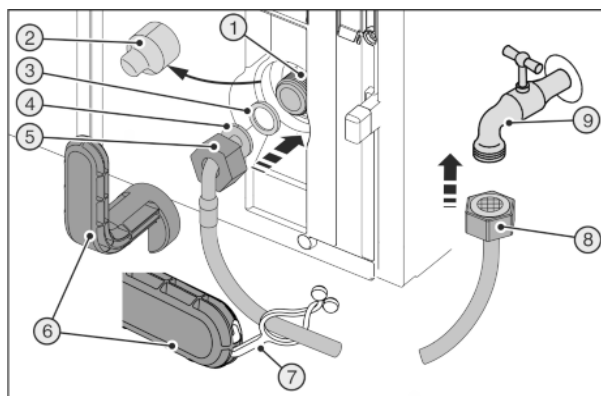
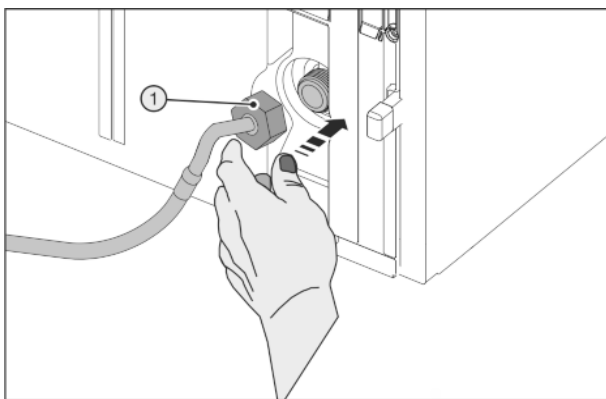

Fig. 45
Fig. 46
Зламаний допоміжний інструмент *Fig. 45 (6)*! Різани рани.
- ▶ Допоміжний інструмент *Fig. 45 (6)* використовувати тільки при кімнатній температурі.
- ▶ Зніміть кришку *Fig. 45 (2)*.
- ▶ Полегшений монтаж: Викласти прямий кінець шлангу *Fig. 45 (8)* ліворуч на землю.
- ▶ Насуньте гайку *Fig. 45 (5)* до кінця через кінець шлангу, розташований під кутом *Fig. 45 (4)* та утримуйте.
- ▶ Зволожити прокладку *Fig. 45 (3)* та втиснути в гайку *Fig. 45 (5)*.
- ▷ Прокладка *Fig. 45 (3)* прилягає та трохи тримається.
- ▶ Обережно одягти гайку *Fig. 46 (1)* і накрутити двома пальцями на нарізку до досягнення надійної посадки.
- ▶ Затягувати гайку *Fig. 46 (1)* за допомогою допоміжного інструменту *Fig. 45 (6)* за годинниковою стрілкою, доки не буде досягнуто максимального моменту затяжки і допоміжний інструмент *Fig. 45 (6)* не почне прокручуватися.
- ▶ Накрутити гайку *Fig. 45 (8)* на запірний кран *Fig. 45 (9)*.
- ▶ Затягувати гайку *Fig. 45 (8)* за допомогою допоміжного інструменту *Fig. 45 (6)* за годинниковою стрілкою, доки не буде досягнуто максимального моменту затяжки і допоміжний інструмент *Fig. 45 (6)* не почне прокручуватися.
- ▶ Відкрийте запірний кран *Fig. 45 (9)* подачі води та перевірте всю систему подачі води на герметичність.
- ▶ Причепіть накладку *Fig. 45 (7)* в допоміжний інструмент *Fig. 45 (6)* і для зберігання закріпіть на шлангу із високоякісної сталі.